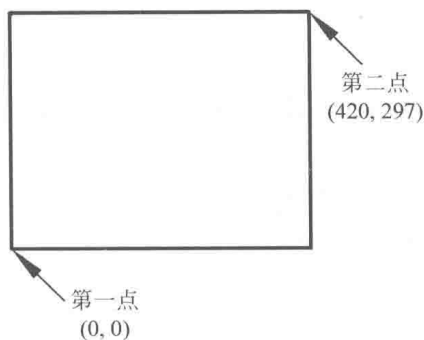

图 1-5 用矩形命令绘制边框
- ① 利用键盘输入“0,0”，按 Enter 键确定第一点。
- ② 输入“420,297”，按 Enter 键确定第二点，如图 1-5 所示。
单击“标准”工具栏上的“保存”按钮, 出现“图形另存为”对话框, 在“保存于”列表中选择保存文件夹, 在“文件类型”列表中可以选保存文件的类型, 在“文件名”文本框输入图形文件名, 如图 1-5 所示, 单击“保存”按钮, 完成 AutoCAD 图形绘制。